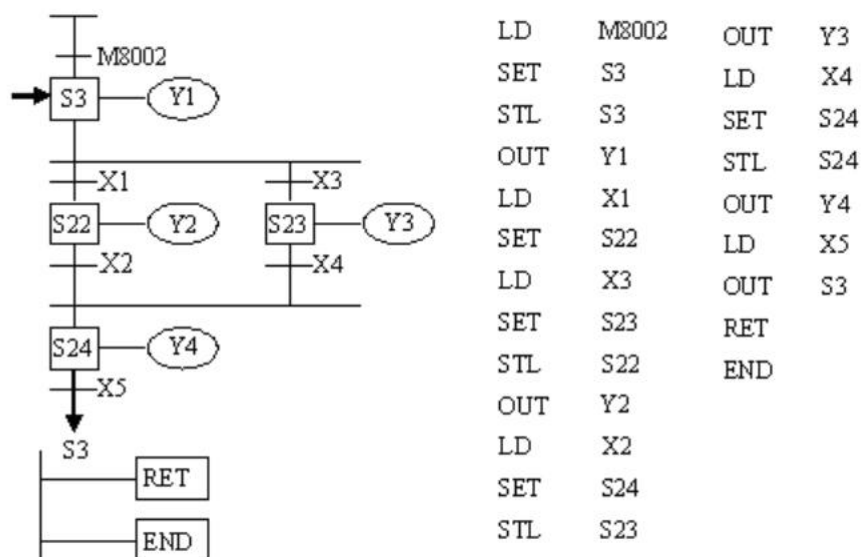

图 16 选择性分支与汇合
选择性分支及汇合指令的顺序功能图和语句表如图 16 所示。
- (1) 按图 16 输入程序。
- (2) 检查程序是否正确。
- (3) 运行程序，先闭合 X1，然后闭合 X2，观察 Y2 和 Y3 有无输出。
- (4) 改变 X1 和 X2 的闭合顺序，观察 Y2 和 Y3 的输出情况。